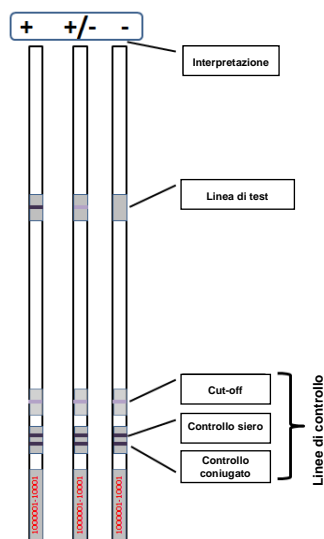
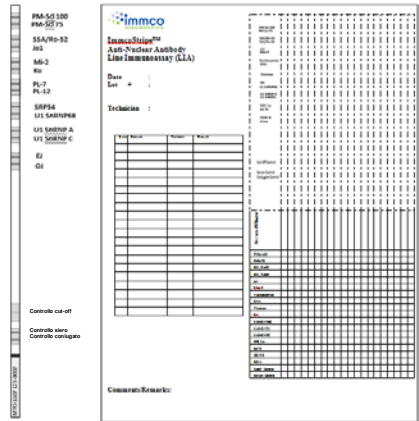

Figura 1: Schema delle strisce LIA dopo reazione con una linea di test.
Figura 2: Schema del report
- Come etichettato in Figura 1, le linee di controllo di siero e coniugato devono essere chiaramente positive per indicare un esperimento di successo. Il cut-off è una linea debole con variazione in intensità in base alle condizioni sperimentali. Lo schema della Figura 1 mostra un esempio della linea di test. Nel Miosite LIA (Figura 2) ci sono 14 linee di test e 3 linee di controllo. Lo sviluppo della linea di test dipende dal campione. Le reazioni positive possono verificarsi in intensità variabili da debole a forte. **Le reazioni deboli devono essere confrontate con l'intensità della linea di cut-off fornita nella striscia.** Le reazioni che sono notevolmente più scure o più dense rispetto alla densità della linea di cut-off devono essere considerate positive.
La Miosite LIA è capace di rilevare autoanticorpi ai seguenti antigeni: PM-Scl100, PM-Scl75, Ro-52, Jo-1, Mi-2, Ku, PL7, PL12, SRP54, U1RNP68, U1RNP A, U1RNP C, EJ e OJ. Far riferimento alla Figura 2 per le posizioni della linea di antigene singolo e di controllo.